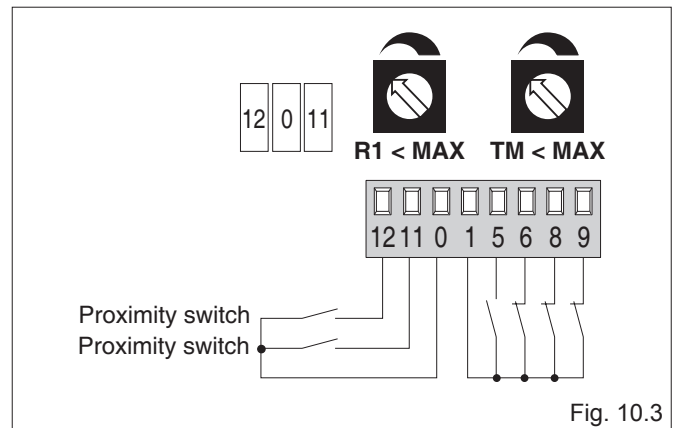

Fig. 10.3
- (Fig. 10.3) L'anta si ferma sulle battute meccaniche e inverte sugli ostacoli.